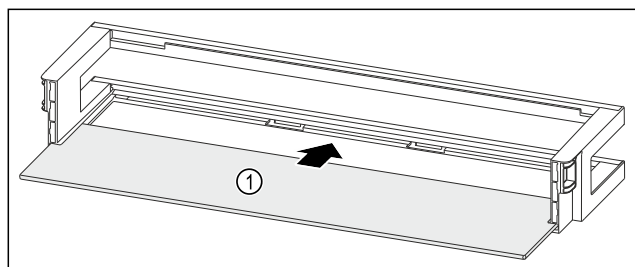

Fig. 92 Лотки на дверцятах з полицею
- ▶ Посуньте полицю Fig. 92 (1) у бічні пази.